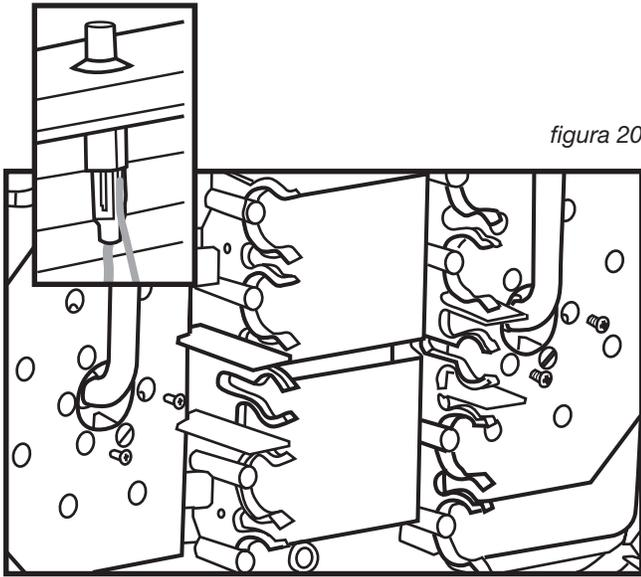

figura 20
3. Desde abajo del fogón, tirar sobre los cables de encendido para removerlos de los electrodos de encendido y remover (2) tornillos del quemador que lo aseguran a la parrilla, como se muestra en figura 20.